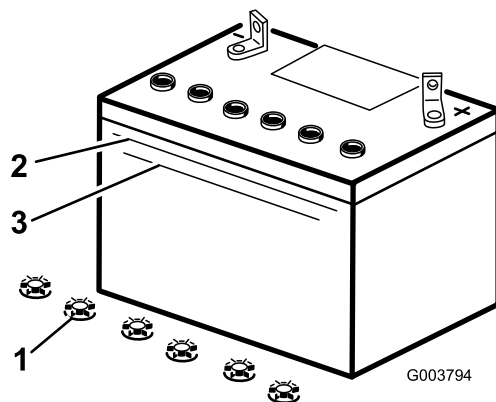

Figura 37
3. Osservate il fianco della batteria. L'elettrolito deve raggiungere la linea superiore (Figura 37). Non lasciate scendere l'elettrolito sotto la linea inferiore (Figura 37).
3. Togliete i tappi di rifornimento dalla batteria (Figura 37).
4. Aggiungete lentamente acqua distillata in ogni elemento della batteria finché l'elettrolito non raggiunge la linea superiore (Figura 37) sulla scatola della batteria.
5. Attendete cinque o dieci minuti dopo avere riempito gli elementi della batteria. All'occorrenza, aggiungete acqua distillata finché l'elettrolito non raggiunge la linea superiore (Figura 37) sulla scatola della batteria.